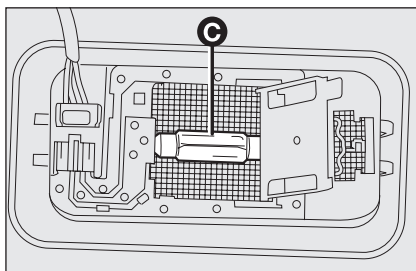

fig. 34
- remplacer l'ampoule **C**-fig. 34 en la dégageant des contacts latéraux, puis monter la nouvelle ampoule en s'assurant qu'elle soit correctement bloquée entre ces contacts;